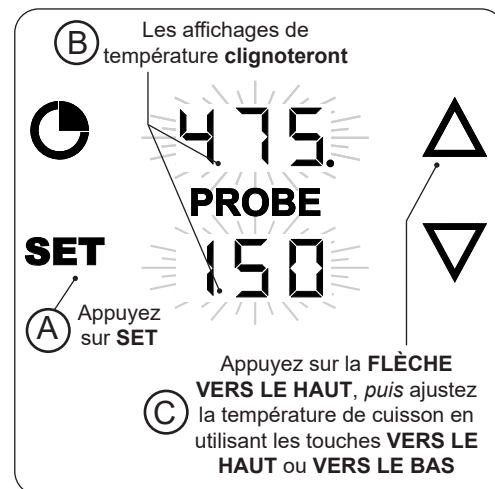

Fig. 39-3 Réglez température cuisson
1. Avec le thermomètre/thermostat **allumé**, appuyez une fois sur le bouton **SET**. Les affichages de la température de cuisson et de la sonde clignoteront. (Pendant le clignotement, n'importe quelle zone peut être sélectionnée pour entrer dans ses réglages.) Voir Fig. 39-3, A et B.
2. Appuyez sur la **FLÈCHE VERS LE HAUT** pour sélectionner les paramètres de la température de cuisson, puis utilisez les flèches vers le haut ou vers le bas pour régler la température souhaitée. (Fig. 39-3, C).